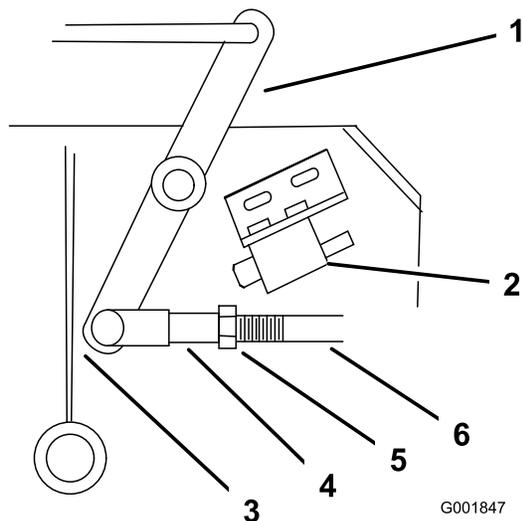

Figure 11
4. Ajustez la longueur de la tringlerie afin que l'extrémité inférieure du levier coudé passe juste le gousset de support de l'essieu (Figure 11).
9. Desserrez l'écrou contre la chape (Figure 11).